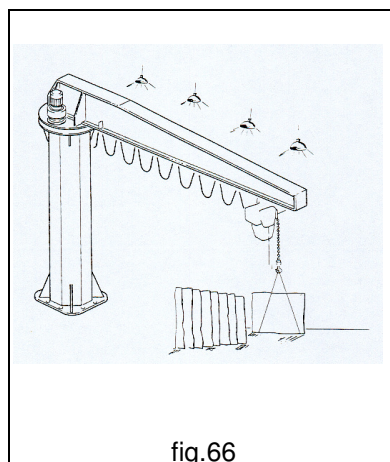

fig.66
- **SEMPRE** operare nelle migliori condizioni di illuminazione dell'area e di visibilità del carico (fig.66).